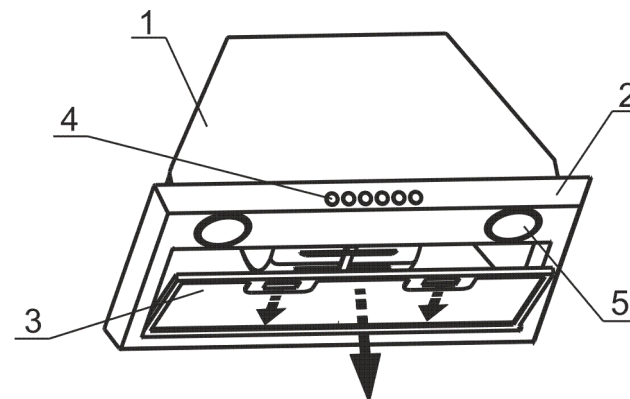

рис. 3
8.3 Для очистки алюминиевого фильтра извлеките его из вытяжки (рис.3) и произведите его очистку с помощью щетки горячим водным раствором моющего средства вручную или в посудомоечной машине при (60°C).
- снимите алюминиевый фильтр (рис. 3);
- снимите алюминиевый фильтр блока, для этого нажмите на пружинные замки на фильтре и потяните его вниз и на себя (рис.3);